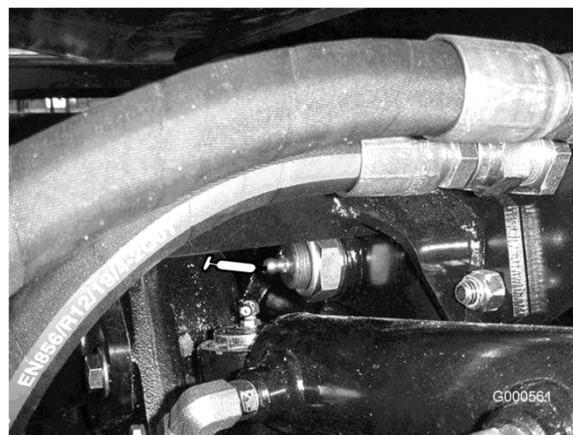

図 23
- ・ 後アクスル・ピボットのブッシュ (2ヶ所) (図 23)